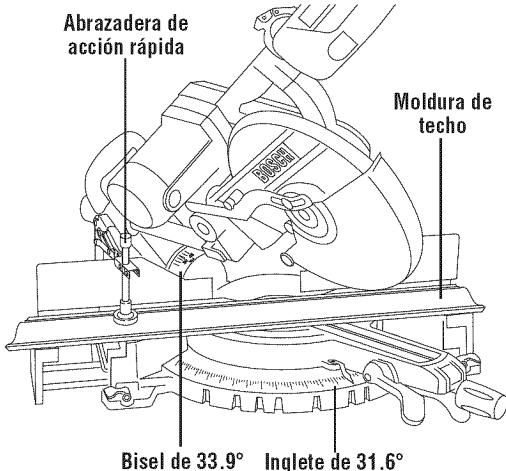

Figura 35. Moldura de techo colocada horizontalmente
- Para una esquina de 90°, establezca los ángulos de inglete y de bisel de acuerdo con las tablas de abajo. Apriete el pomo de fijación de inglete y la palanca de fijación de bisel (Figura 35).